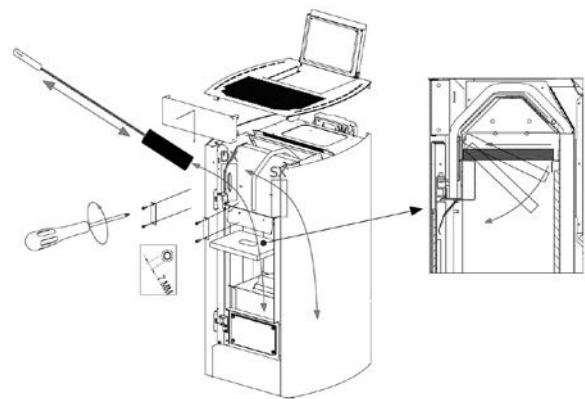

Fig. 85 - Reiniging
- De bovenste deflector verwijderen (zie **Fig. 85**), eventueel de as opzuigen en de wanden van de verbrandingskamer reinigen.